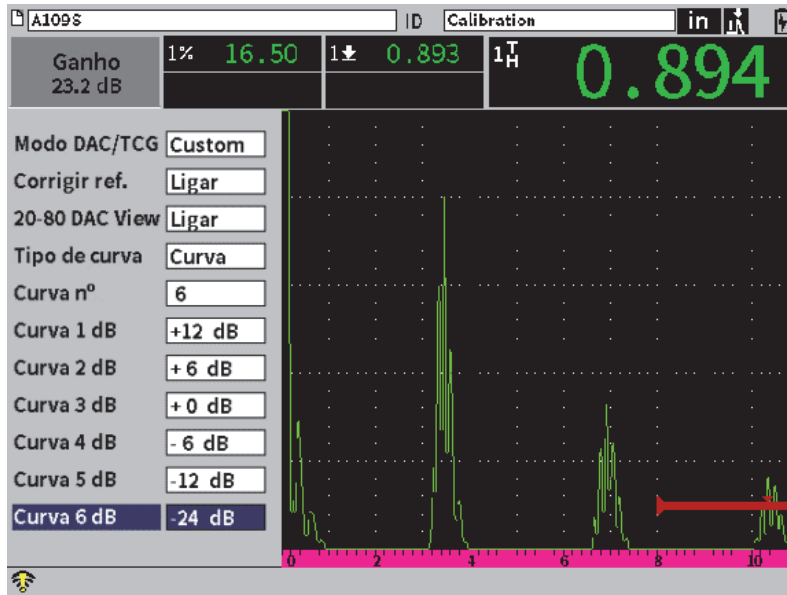

Figura 11-17 Configurar DAC personalizado
4. Selecione o número da curva (**Curva nº**) que será adicionada à curva principal (veja Figura 11-17 na página 196).